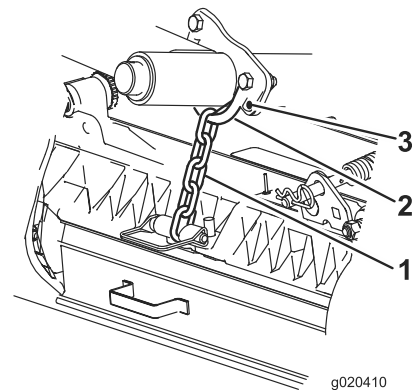

Figure 17
L'emplacement de fixation de la chaîne du bras de levage détermine l'angle d'inclinaison du rouleau arrière (Figure 17).
+ Signifie que le support en U du bras de relevage est placé dans le trou inférieur (Figure 17).
**Remarque:** Lorsque le support en U (Figure 17) du bras de relevage est placé dans le trou inférieur, 2.3 degrés sont ajoutés à l'angle d'inclinaison du rouleau arrière.